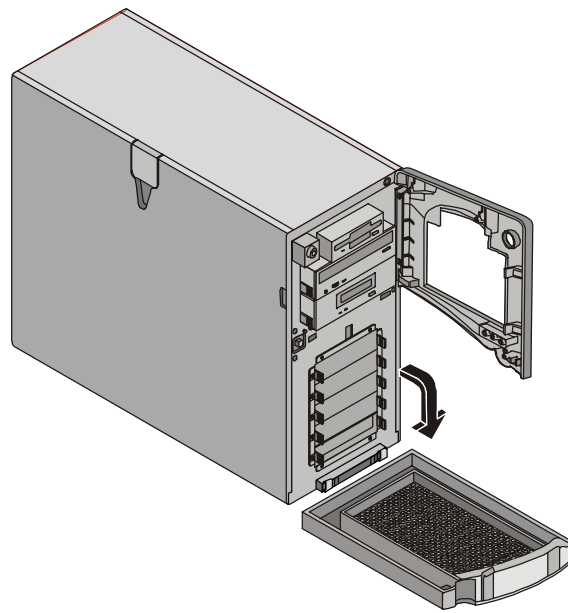

Figura 3-3. Bastidor inferior (abierto)
- Se puede acceder a las unidades de disco duro SCSI desde el bastidor frontal inferior. Consulte la Figura 3-3.
3. Presione las dos lengüetas de la parte superior del bastidor inferior, tire de él hacia usted y baje la puerta. Consulte la Figura 3-3.